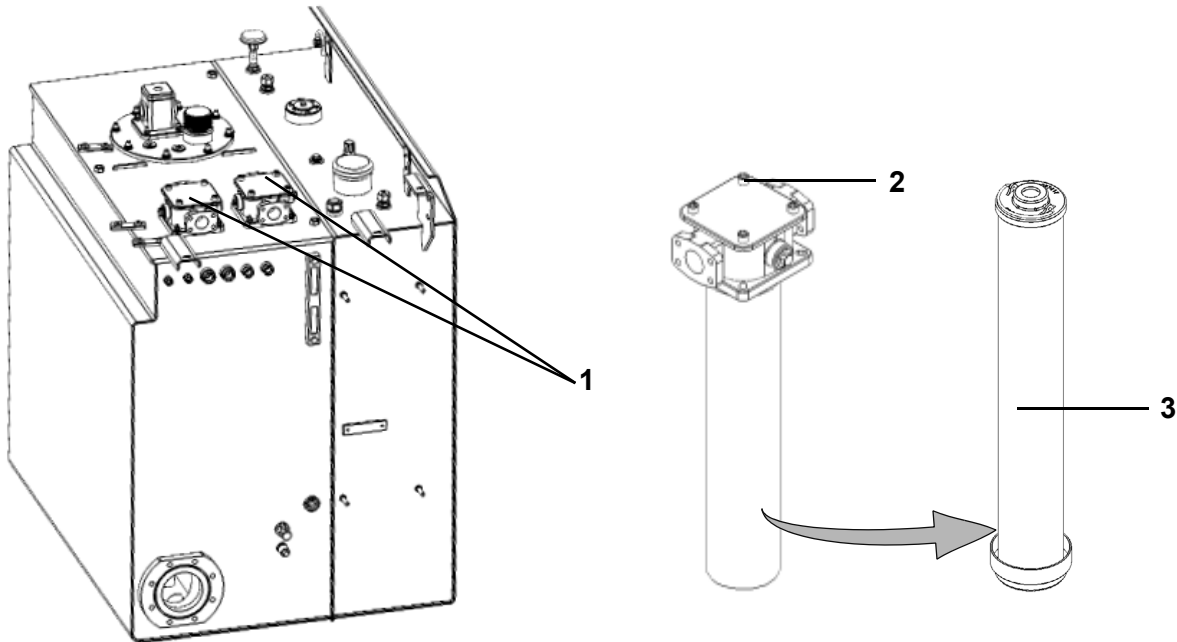

Fig. 226 Elemento do filtro de retorno no tanque de combinação
| 1 | Desaparafuse 4 porcas (2) na Fig. 226 em cada um dos dois filtros de retorno (1) na Fig. 226. |
| 2 | Puxe para fora os filtros de retorno (1) na Fig. 226. |
| 3 | Remova o elemento de filtro (3) na Fig. 226 e descarte-o como resíduo perigoso. |
| 6 | Insira o filtro de retorno (1) na Fig. 226 no tanque e aperte-o. |